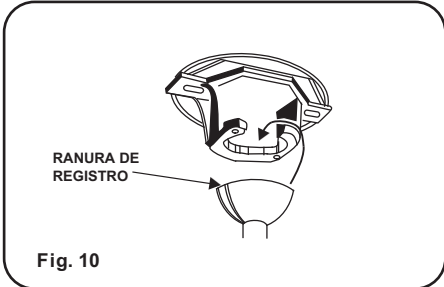

Fig. 10
Paso 6. Levante el ensamblaje del motor y coloque la esfera de soporte dentro de la abrazadera de montaje, gire el ensamblaje del motor hasta que la ranura de la esfera de soporte sienta sobre estria de la abrazadera de montaje. (Fig. 10)